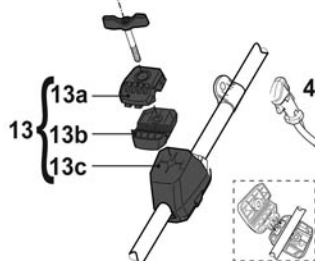

Fig. 1
- > Retire la cubierta (13a) y la bandeja (13b) del soporte inferior (13c) (Fig. 1).